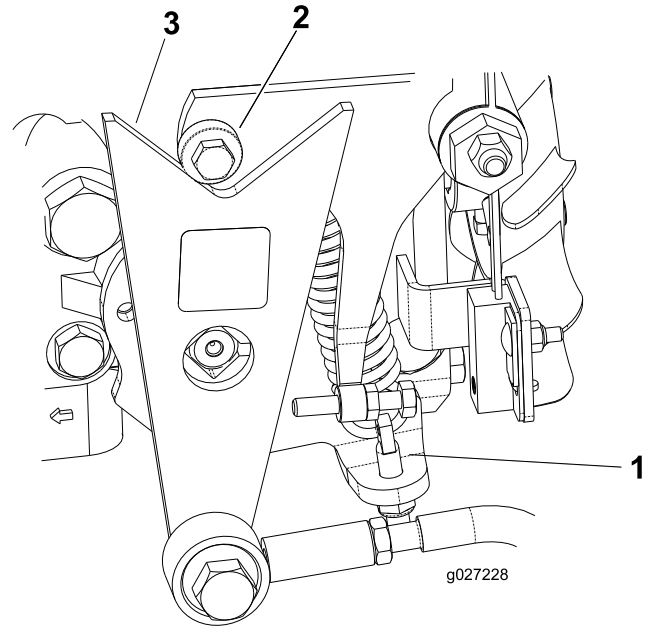

Bild 43
- Wenn sich die Räder in der richtigen Richtung bewegen, stellen Sie den Motor ab und stellen die Sicherungsmutter des Federeinstellstifts ein (Bild 43). Stellen Sie die Neutral-Stellung des Getriebes ein, siehe Einstellen der Leerlaufstellung für den Fahrtrieb \(Seite 37\).